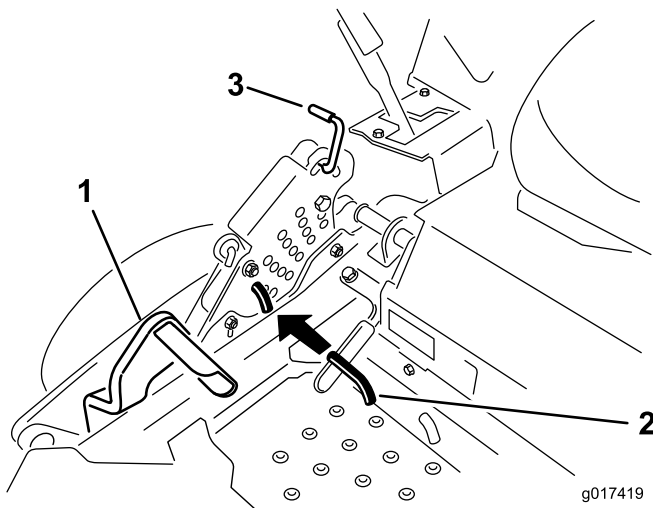

Bild 69
5. Drücken Sie das Mähwerkhubpedal ganz nach vorne; das Mähwerk rastet in der 14-cm-Transportstellung ein (Bild 69).